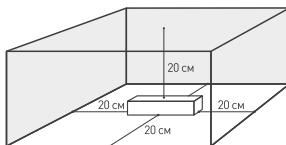

Рис. 1. Свободное пространство вокруг источника
- 3.8. Проверьте температуру корпуса источника питания. Максимальная температура корпуса источника в установленном режиме не должна превышать t_c (рис. 1). Если температура корпуса выше, необходимо уменьшить нагрузку, обеспечить лучшую вентиляцию или использовать более мощный источник питания.
- 4.3. Для естественной вентиляции обеспечьте не менее 20 см свободного пространства вокруг источника питания, как изображено на рис. 1. При невозможности обеспечить свободное пространство используйте принудительную вентиляцию.